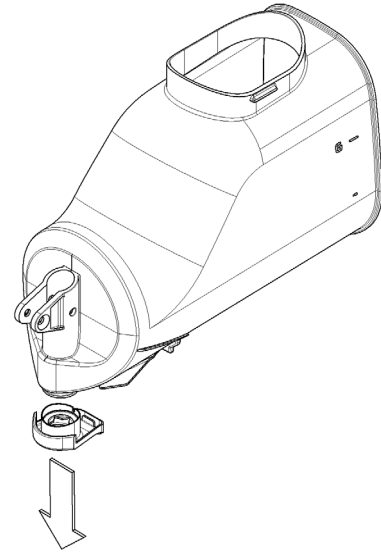

figure 12
7 Enlever le réducteur de débit du bac (voir figure 12).
**3** Remettre le robinet en place sur le bac en effectuant les opérations de la (voir figure 12) en sens inverse.